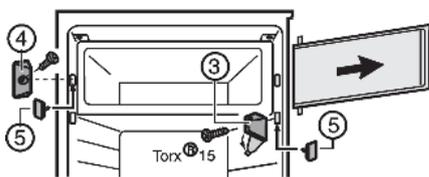

Fig. 2
- ▶ Togliere il coperchio nel blocco di supporto Fig. 2 (3).
- ▶ Svitare il blocco di supporto Fig. 2 (3) con la porta dello scomparto.
- ▶ Svitare l'elemento Fig. 2 (4) di chiusura.
- ▶ Chiudere i fori ora liberi con i tappi Fig. 2 (5) in dotazione.